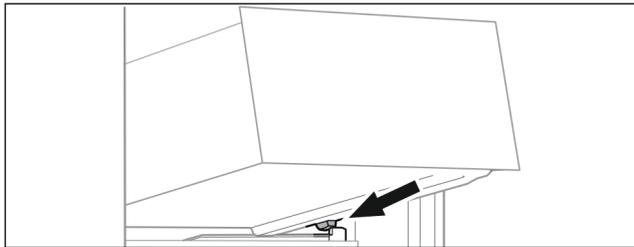

Fig. 70
- ▶ Stavite ladicu ukoso iza zaustavljača na žlijeb spremnika. (pogledajte Fig. 70)